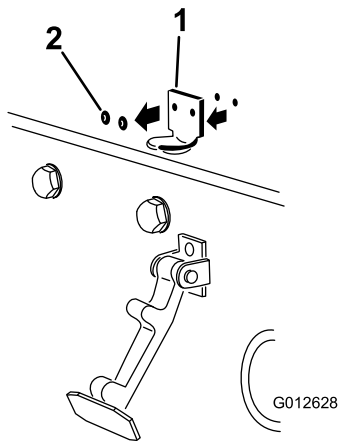

Figura 7
2. Retire los 2 remaches que sujetan el cerradero del capó al capó (Figura 7).